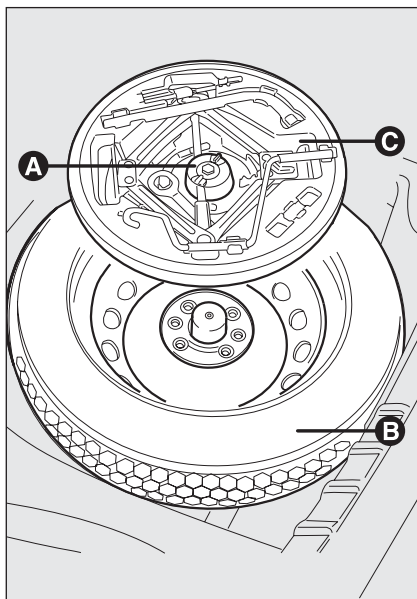

fig. 2
- svitare il dispositivo di bloccaggio **A**-**fig. 2**;
- reinserire nel proprio contenitore **C-fig. 2** il cric parzialmente aperto forzandolo leggermente nella propria sede in modo da evitare eventuali vibrazioni durante la marcia;
- sistemare il contenitore **C-fig. 2**, completo di attrezzi, nella ruota di scorta;
- avvitare il dispositivo **A-fig. 2** di bloccaggio contenitore attrezzi;